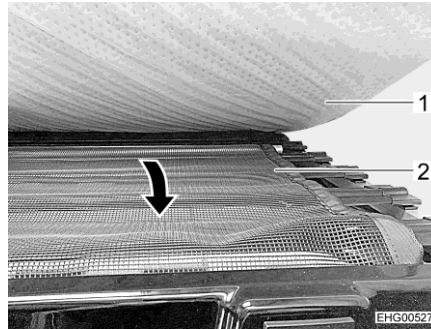

Bild 50 Sicherungsnetz
- Sicherungsnetz (Bild 50,2) unter der Matratze (Bild 50,1) herausziehen und über die Einstiegsöffnung spannen.